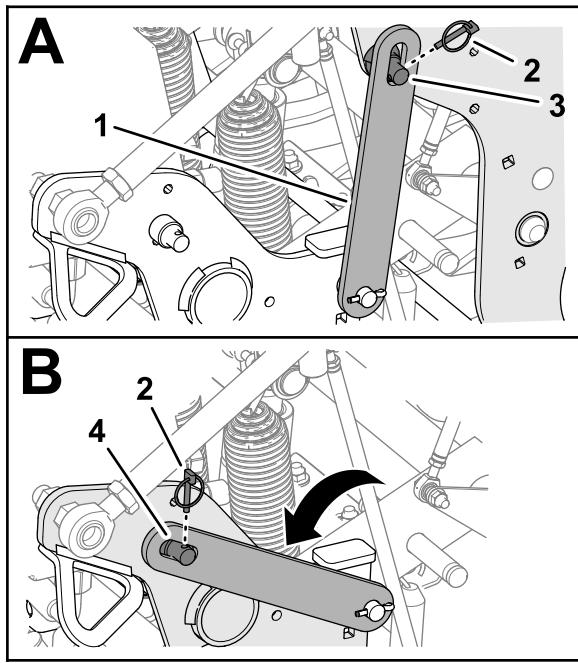

Figura 103
3. Retire el pasador de seguridad que fija el cierre de mantenimiento al pasador de soporte del cabezal de perforación (Figura 103).